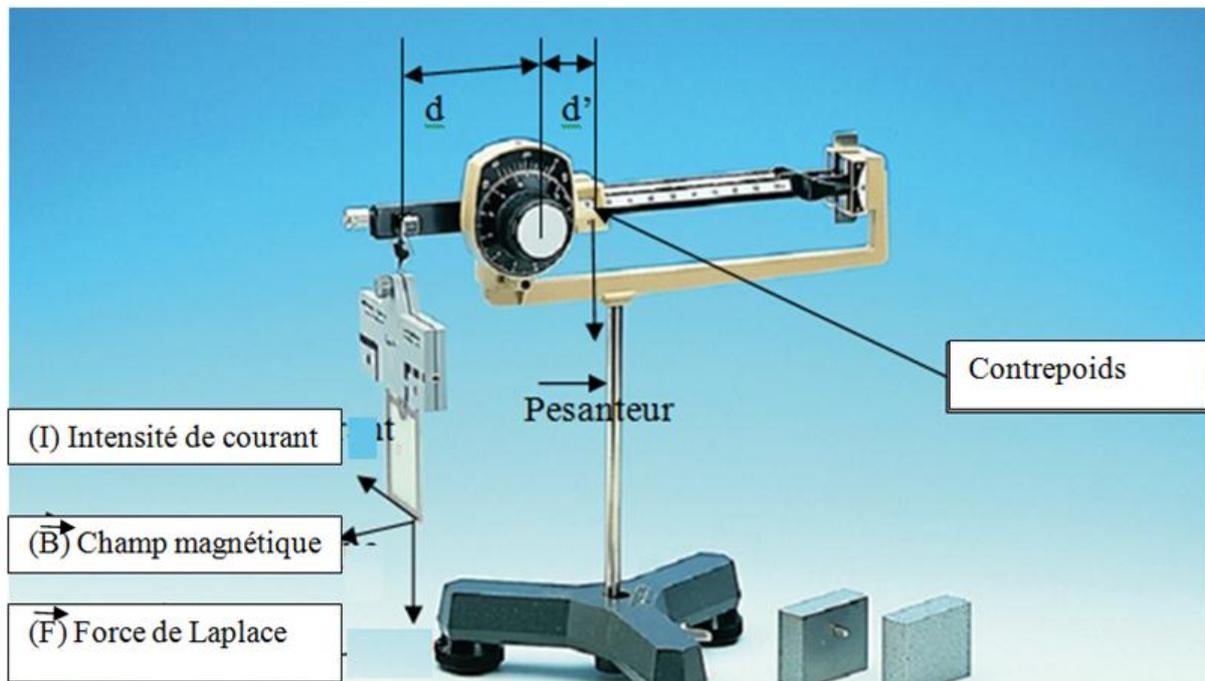

Figure 2 : Photographie de la balance de Cotton et illustration de la force de Laplace.
La balance de Cotton, mise au point par le physicien français Cotton (1869 – 1951) est un outil de mesure du champ magnétique en utilisant la force de Laplace (précédemment décrite) qui s'exerce sur la branche horizontale d'un cadre métallique parcouru par un courant qu'on peut soumettre à un champ magnétique (Figure 2). Ce cadre fait l'objet de l'un des deux bras de la balance.
On la rééquilibre avec un contre poids (Figure 2) qui permet de mesurer la force de Laplace.
$F.d = P.d'$  (se référer à la figure 2)
- 2) Régler l'aiguille de la balance jusqu'à ce que la graduation soit **0** côté contrepoids coulissant sur la figure 2